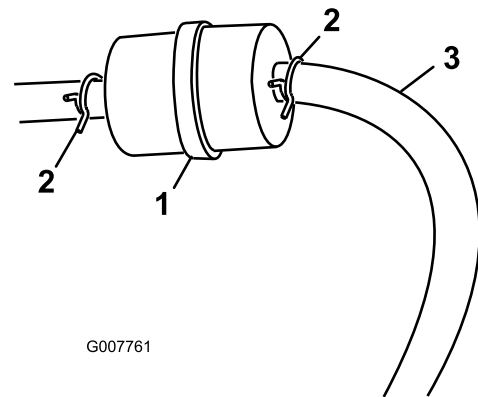

Рисунок 26
- Сожмите концы шланговых хомутов и сдвиньте их с фильтра (Рисунок 26).
- Установите новый фильтр и передвиньте шланговые хомуты ближе к фильтру (Рисунок 26).
3. Ослабьте шланговый хомут на топливном фильтре и отодвиньте его по топливному трубопроводу от фильтра (Рисунок 26).
4. Отсоедините топливный трубопровод от топливного фильтра (Рисунок 26).
Примечание: Дайте топливу слиться в канистру для топлива или сливной поддон (Рисунок 26).
5. Установите топливный трубопровод на топливный фильтр. Передвиньте шланговый хомут к топливному фильтру, чтобы закрепить топливный трубопровод (Рисунок 26).